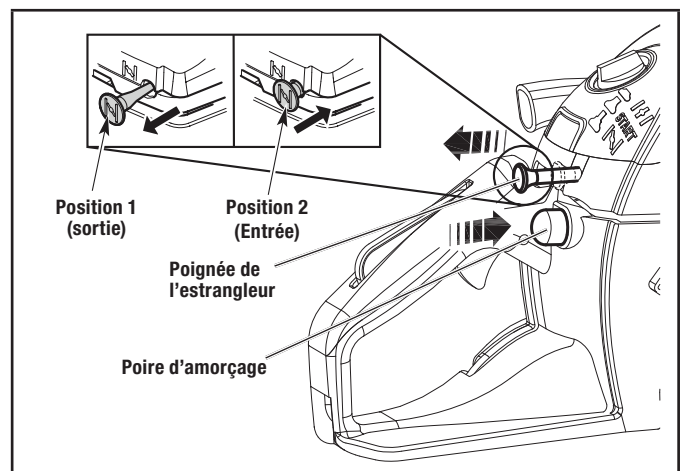

Figure 4
2. Lors de la première utilisation, ou si la scie à chaîne n'a pas été inutilisée pendant 3 mois ou plus, appuyez lentement sur la poire d'amorçage jusqu'à ce qu'elle soit complètement vide et relâchez-la, répétez 20 fois (Figure 4). Pour commencer après une utilisation récente, appuyez et relâchez la poire d'AMORÇAGE 10 fois. Si le carburant n'est pas visible dans la poire d'amorçage, appuyez et relâchez la poire d'amorçage jusqu'à ce que le carburant soit visible, puis appuyez et relâchez-la 5 fois de plus pour éliminer l'air et les bulles de vapeur du carburateur.
3. Tirez le bouton de commande de l'étrangleur en position 1 « CHOKE »  (Étrangleur) jusqu'à ce qu'il se verrouille en place et que vous sentiez ou entendiez un dé clic. (Fig. 4).
- Ne touchez PAS la commande d'accélération. Une fois que le moteur s'est mis en route ou à brouter, poussez le bouton de commande de l'étrangleur en position 2 « RUN » **↑↑** (Marche). À la position 2, l'étrangleur est ouvert et le papillon est ouvert à la position de démarrage. (Fig. 4).